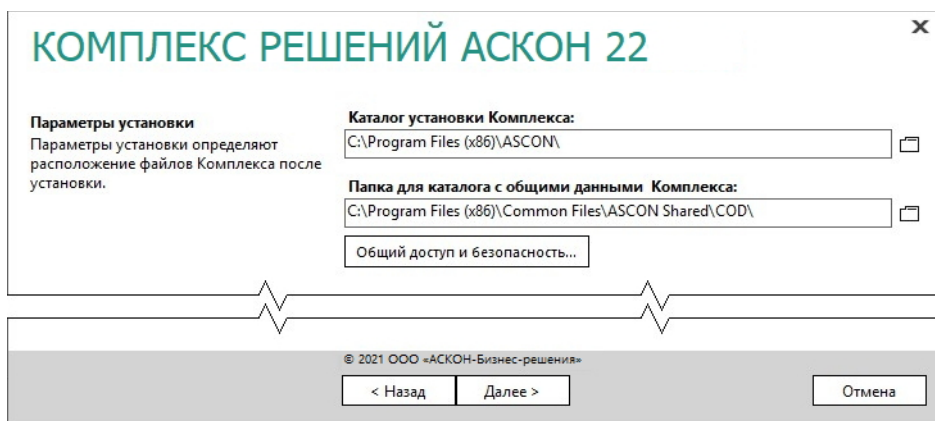

Рис. 3.3
1. Укажите полное имя каталога, в который будут установлены компоненты *Комплекса* (рис. 3.3). При необходимости воспользуйтесь кнопкой **Выбрать**, чтобы указать каталог в стандартном окне Windows.